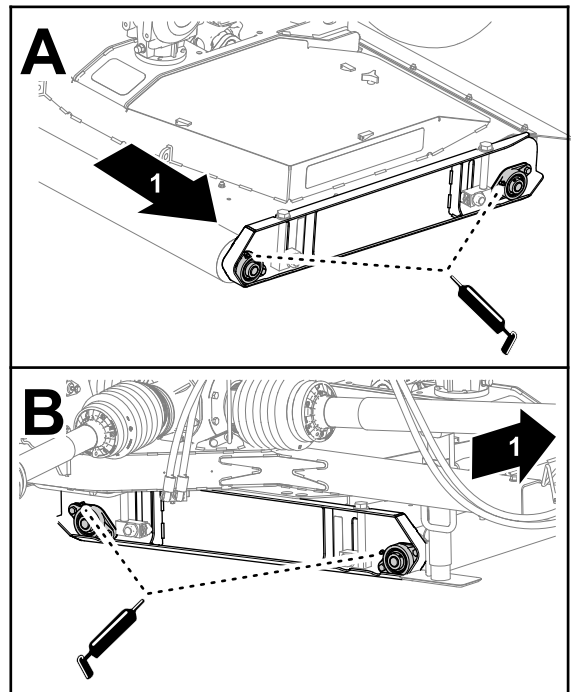

Figura 56
1. Applicate il grasso specificato ai cuscinetti dei rulli del piatto di taglio sul lato sinistro del piatto (Figura 56).
2. Ingrassate i cuscinetti dei rulli del piatto di taglio sul lato destro del piatto (Figura 56).